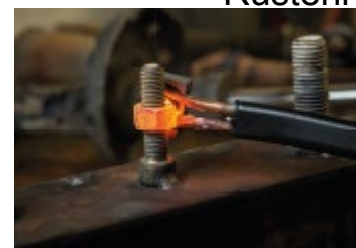

Рис. 5
3. Поднесите индуктор к нагреваемой детали (Рис. 5.)
4. Поднесите индуктор к нагреваемой детали (Рис. 5.)